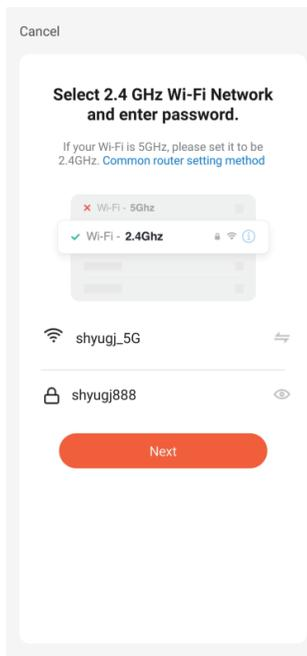

Рисунок 3
3. Выберите свой Wi-Fi ID и введите пароль, нажмите "Далее" (рис. 3).